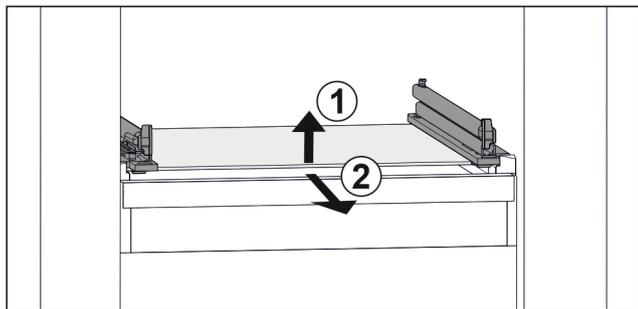

Fig. 25 Примерно изображение на стъклената плоча
► Повдигнете стъклената плоча отпред. Fig. 25 (1)
► Извадете стъклената плоча напред. Fig. 25 (2)